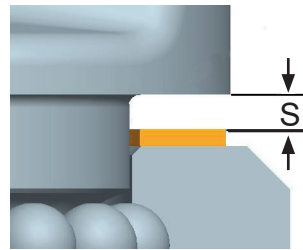

Abb. 6: Abstand zwischen Ober- und Unterteil
- Das Maximalspiel „S“ zwischen Ober- und Unterteil des PowerPoint® darf nicht überschritten werden (Abb. 6):
- PP-...3,5t (4) bis PP-...8t (10) max. 2,5 mm